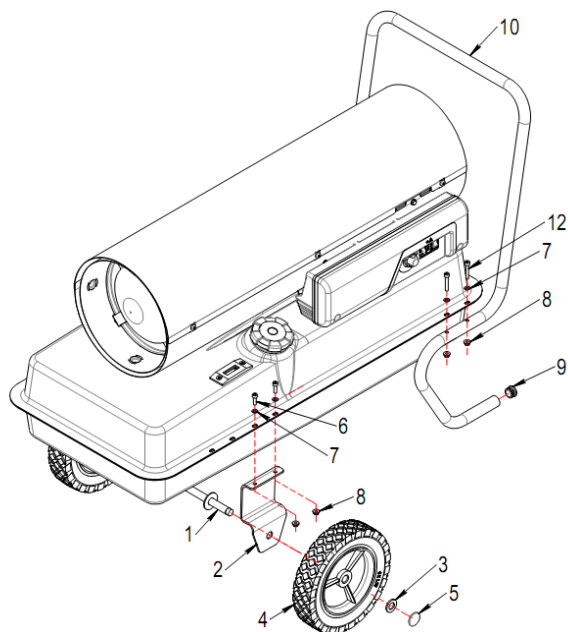

Fig. 2
Para montar el equipo, actúe de la siguiente manera (véase la Fig. 2). Fije una de las bridas (2) en el depósito utilizando los tornillos (6), las arandelas (7) y las tuercas (8). Haga deslizar el eje (1) por la brida fijada (2), fije la otra brida (2) y haga deslizar el eje por la otra brida. Monte en este orden: ruedas (4), arandelas (3) y anillos de fijación (5). Golpee delicadamente los tapones para fijarlos.